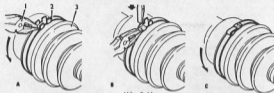

Abb. G.14
- Gummimanschette an Antriebswelle und Doppelgelenk mit Werkzeug 18G 1099 und in Überlappung mit folgendem Anzeigebalken und Abb. G.14 sichern. Sofern Schellen nicht vorhanden, siehe Alternative unter Arbeitsteil G.
- Die Klemme ist so anzubringen, daß der Falz in der Schelle in die Vorwärtsdrehrichtung der Antriebswelle weist, siehe Abb. G.14.
13. Halteschelle mit Werkzeug 19C 1099 montieren wie nachstehend beschrieben und wie in Abb. G.14 dargestellt.
- a. Die Schelle so anbringen, daß der Fuß der Schelle in die Vordrehrichtung der Antriebswelle weist, s. Abb. G.14.